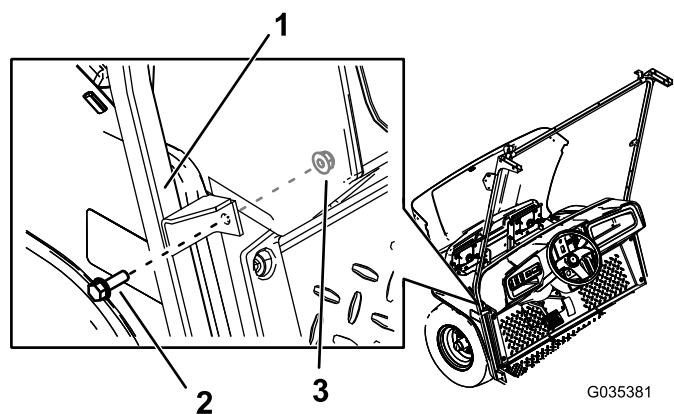

Figura 5
4. Prenda o suporte do meio do suporte do limpapára-brisas à máquina utilizando dois parafusos flangeados sextavados (5/16 x 1 pol.) e duas porcas (5/16 pol.) nos furos que realizou (Figura 5).